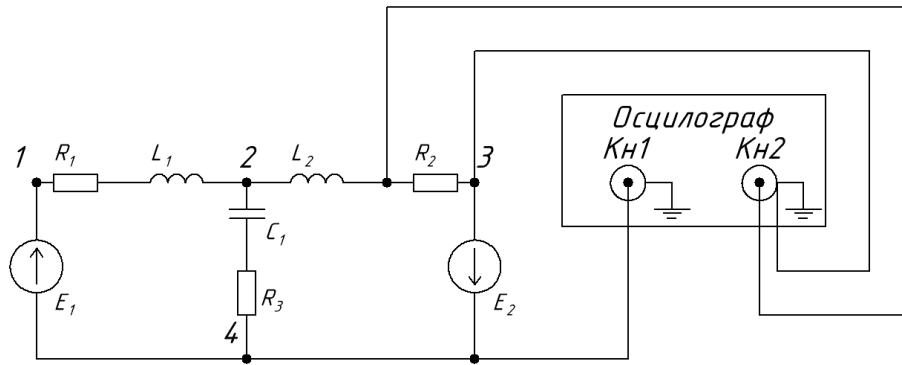

Рис.3.5 – Схема вимірювання фазового зсуву між U_{R_2} і $(-E_2)$.
4.6.3. Для вимірювання зсуву фаз між U_{R_2} і $(-E_2)$, необхідно загальний вивід осцилографа з'єднати із вузлом 3 (рис. 3.5).